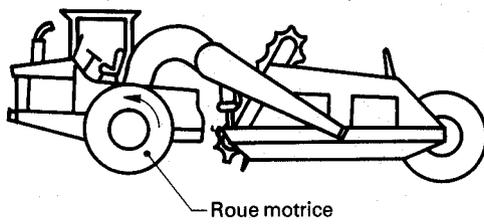

Figure 9 – Roues motrices avant
5.1.5.1 Roues motrices avant (voir figure 9)